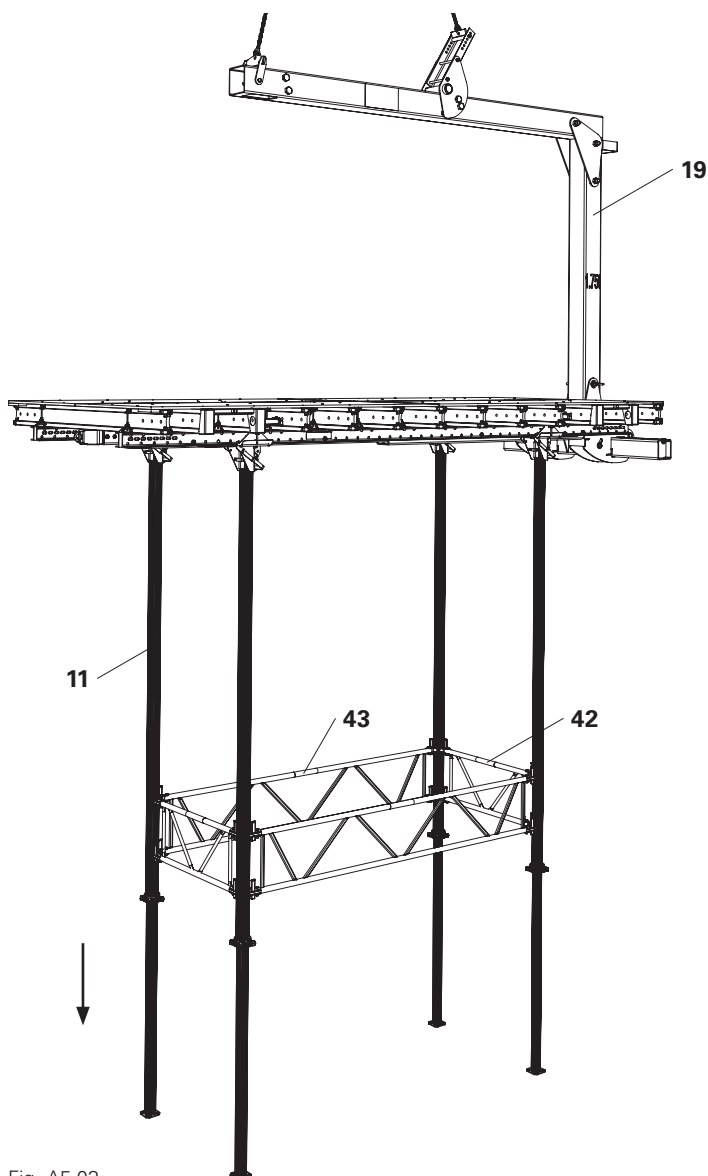

Fig. A5.03
3. Sollevare il tavolo per solai, ad es. con forche di sollevamento tavoli 1,75 t / 8 m (19) e ruotare i puntelli per solai MULTIPROP MP 625 (11) per regolare l'altezza. (Fig. A5.03)
4. Montare i MULTIPROP MP 625 (11) sul tavolo per solai.